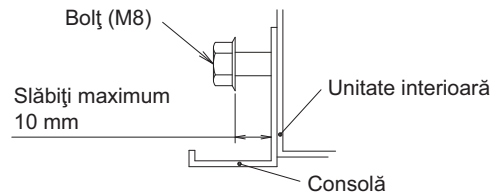

Fig. 7
- Deschideți orificiul prestabilit pe partea de intrare a cablurilor din spate sau de sus, și instalați bucșa din material plastic anexată (10).
- Slăbiți 2 șuruburi pentru instalarea consolei pe ambele părți (M8) (4 locuri la stânga și dreapta) la maxim 10 mm. (Consultați Fig. 7 și Fig. 8)